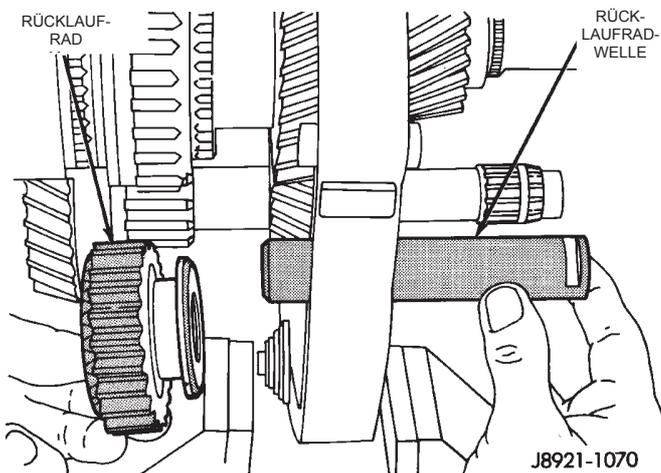

Abb. 63 Rücklauf- rad und Rücklauf- radwelle ausbauen
(15) Das Rücklaufrad und die Rücklaufradwelle ausbauen (Abb. 63).